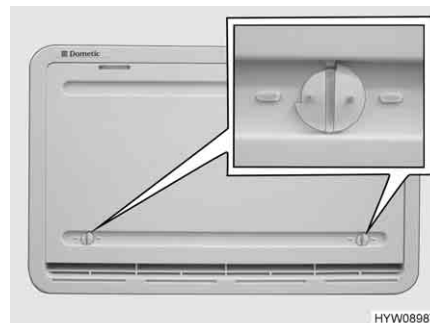

Fig. 147 Copertura invernale (griglia di aerazione del frigorifero)
Le coperture invernali (Fig. 147) proteggono il gruppo frigorifero dall'aria fredda. Posizionare le coperture invernali davanti a entrambe le griglie di aerazione del frigorifero quando la temperatura esterna scende al di sotto di +10 °C (sia per funzionamento elettrico che a gas).
- Aprire entrambi i bloccaggi (Fig. 147), la scanalatura risulterà orizzontale.